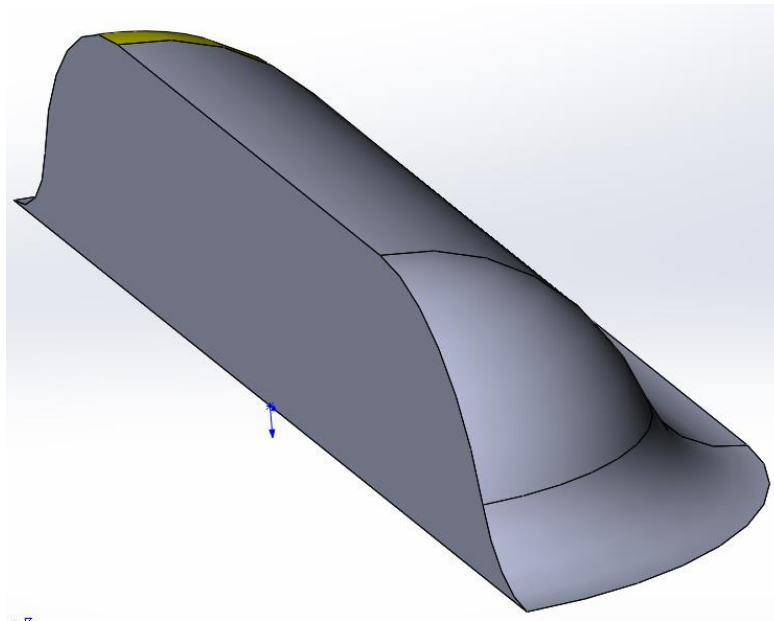

Рисунок 23 – заготовка формы жалюзи
34. Вырезать подложку аналогично пункту 13 (рис. 23).